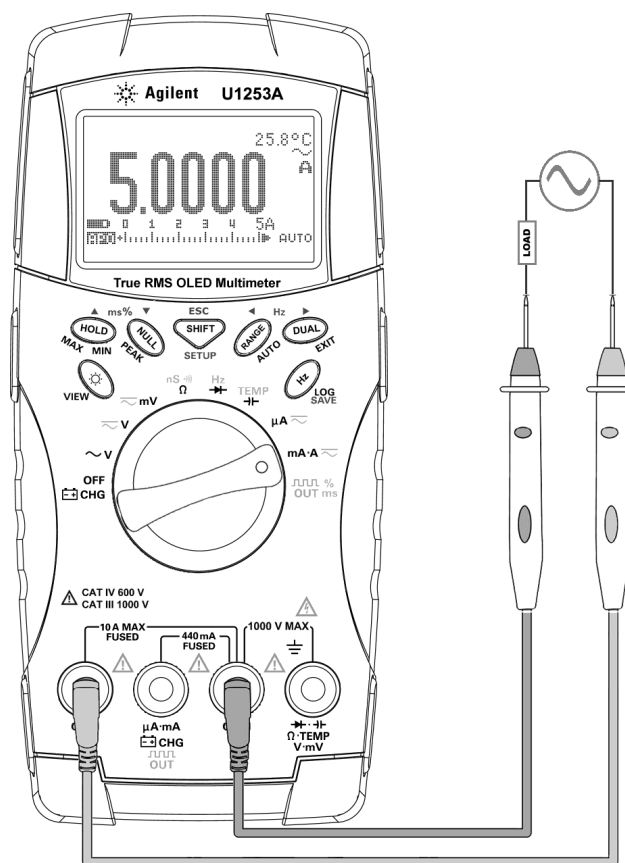

Figura 2-5 Medição de corrente A (ampère)
- 2 Conecte os fios de teste vermelho e preto aos terminais de entrada de 10 A **A (vermelho)** e **COM (preto)**, respectivamente (consulte a Figura 2-5). Quando o fio de teste vermelho for conectado ao terminal **A (vermelho)**, o multímetro será definido automaticamente para medição .